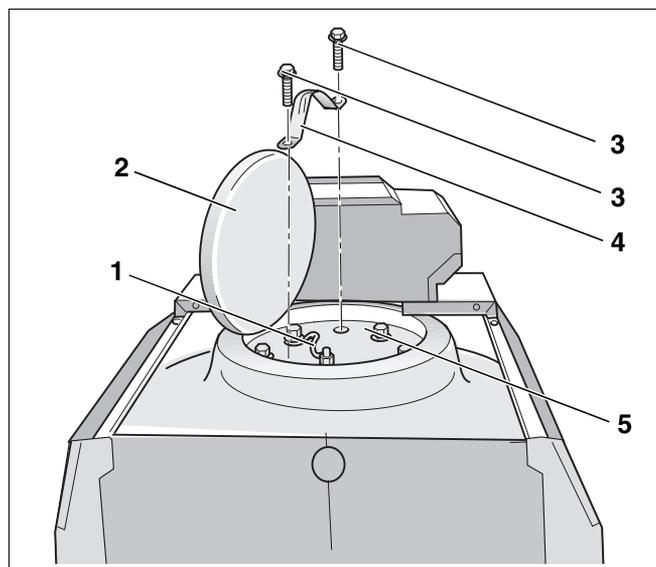

Abb. 36 Wärmeschutzscheibe montieren
- Prüfen, ob das Erdungskabel der Magnesiumanode (Abb. 36, **Pos. 1**) am Handlochdeckel (Abb. 36, **Pos. 5**) angeschlossen ist.
- Zwei Befestigungsschrauben des Handlochdeckels (Abb. 36, **Pos. 3**) herausdrehen und Kranbügel (Abb. 36, **Pos. 4**) entfernen.
- Zwei Befestigungsschrauben des Handlochdeckels (Abb. 36, **Pos. 3**) wieder eindrehen.
- Wärmeschutzscheibe (Abb. 36, **Pos. 2**) auf den Handlochdeckel (Abb. 36, **Pos. 5**) legen.